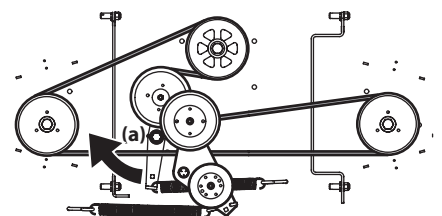

Figure 4-22
5. Insérez l'extrémité d'un bras de force de 1/2 po dans l'ouverture carrée de 1/2 po sur la poulie de tension (a), puis faites pivoter la poulie de tension (a) vers la droite. Voir Figure 4-22. Tout en tenant l'ensemble de la poulie de tension (a), desserrez la courroie du plateau de coupe et faites glisser la courroie hors de la poulie.
6. Installez la courroie neuve comme indiqué à la Figure 4-22. Installez ensuite le plateau de coupe et la courroie de la prise de force selon les instructions de la page 24.